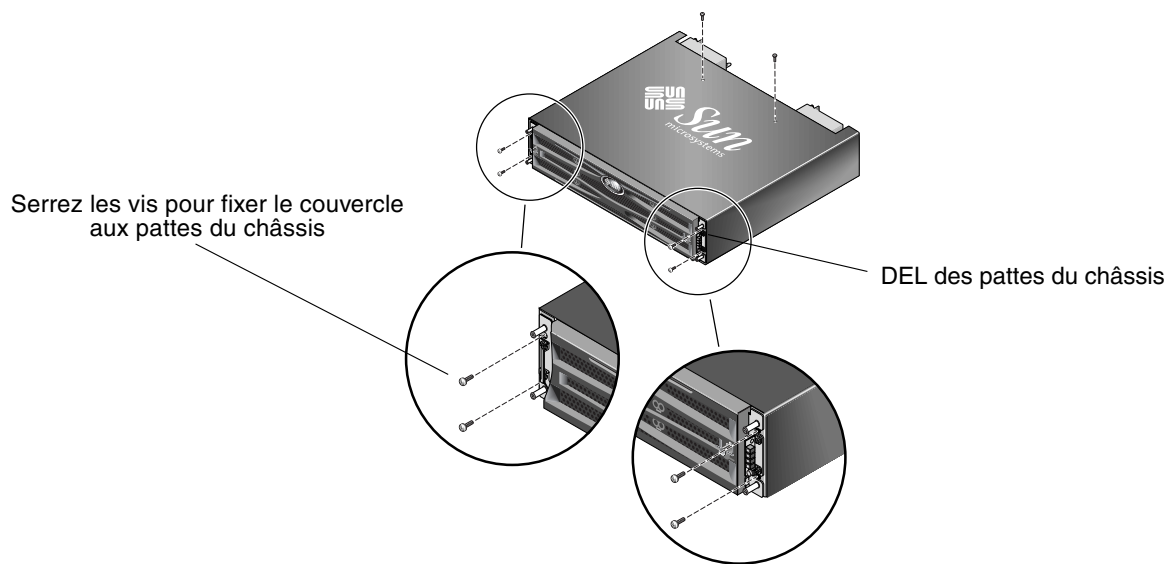

FIGURE 2-7 Fixation des pattes du châssis au couvercle de table
6. Fixez sans serrer la partie avant du couvercle de table sur les pattes avant de la baie à l'aide de deux vis à tête fraisée 10-32 x po. de chaque côté (voir FIGURE 2-7).